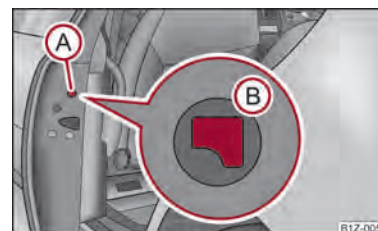

Fig. 14 Portière arrière : Verrouillage de secours de la portière
- Déposez le cache ① ⇒ fig. 14.
- Insérez la clé dans l'ouverture sous le cache et poussez la manette de blocage ② vers l'intérieur jusqu'à la butée.